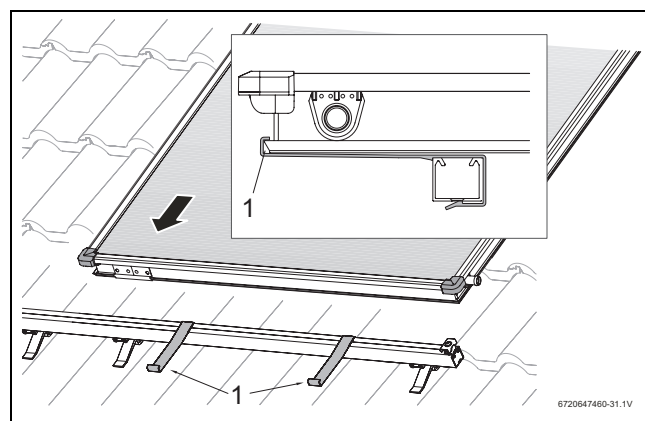

Fig. 52 Colocar el primer captador sobre los perfiles
- ▶ Colocar el primer captador sobre los perfiles y dejar que se deslicen sobre las protecciones antideslizantes (→ Fig. 52, [1]).